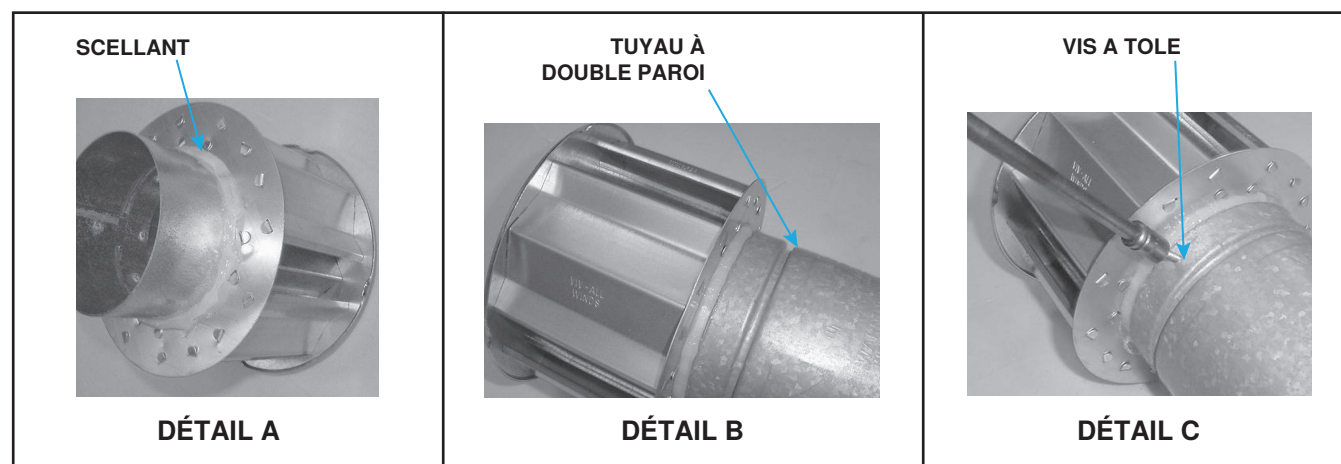

Figure 11. Raccordement d'un tuyau à double paroi (type B) au bouchon d'évent
- a. Appliquez un cordon de silicone de 3/8 pouce (9.525 mm) en continu sur la circonférence du collier du chapeau d'évacuation. Cette application sert à éviter les infiltrations d'eau à l'intérieur du tuyau d'évacuation à double paroi (voir **Figure 11**, DÉTAIL A).
- b. Effectuez l'étape 2 immédiatement après l'étape 1. Positionnez le collier du chapeau d'évacuation à l'intérieur de la paroi interne du conduit à double paroi. Insérez le conduit le plus profondément possible (voir **Figure 11**, DÉTAIL B).
- d. Fixez solidement le chapeau d'évacuation au tuyau à double paroi en perçant le collier du chapeau d'évacuation et en utilisant une vis à tôle de 3/4 pouce (19.05 mm) de longueur. Ne serrez pas la vis plus qu'il ne faut (voir **Figure 11**, DÉTAIL C).